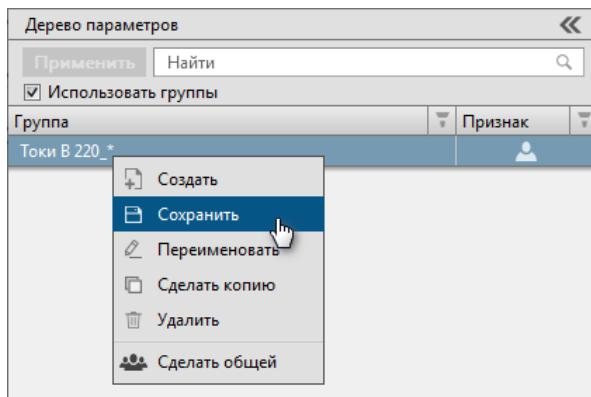

Рисунок 29 - Сохранить
- Нажмите ПКМ по переименованной группе и выберите команду Сохранить (Рисунок 29).